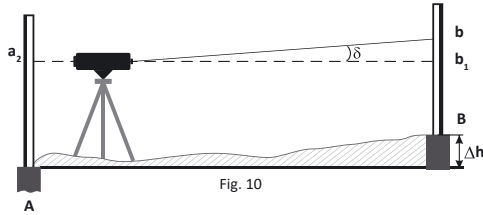

Fig. 10
b) Déplacez le niveau et placez-le à une distance de 1 à 2 m du rail A (Fig. 10). Mettez l'instrument à niveau et prenez les lectures a_2 et b_2 sur les rails A et B, respectivement. Si $|(a_2 - b_2) - (a_1 - b_1)| < 3 \text{ mm}$, aucun réglage supplémentaire n'est nécessaire.